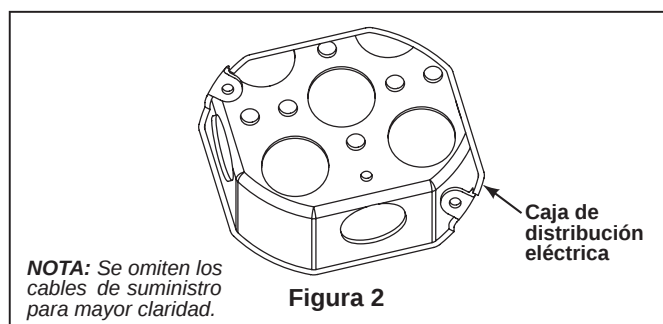

Figura 2
Caja profunda (Figura 2)
Es fundamental que la caja de distribución eléctrica y los tornillos estén bien asegurados a la estructura armada y que sean capaces de soportar una carga de, al menos, 15,9 kg (35 lb). Si los tornillos no están correctamente colocados, el ventilador podría caerse. (Figura 2)
- ☐ 1. Ajuste bien la caja de conexiones del techo apta para soporte de ventilador en la estructura armada. Caja de conexión no se suministra con el ventilador(Figura 2)
- ☐ 2. Extraiga dos de los cuatro tornillos de la unidad de soporte del techo. Afloje levemente los dos tornillos restantes. Guarde los dos tornillos extraídos para volver a instalarlos en el Paso 4. (Figura 2)
- ☐ 2. Fije los soportes de Unidad de soporte/brazo de la pala del motor mediante los tornillos de 1/4-20 x 10 mm a través de los orificios ubicados al costado del soporte del motor. (Figura 2)
- ☐ 2. Extraiga uno de los tres tornillos de la unidad de carcasa del Interruptor. Afloje levemente los otros dos tornillos. Instale la unidad de pantalla en la unidad de carcasa del Interruptor utilizando las dos ranuras principales. Vuelva a colocar el tercer tornillo y asegure los tres tornillos. (Figura 2)
El uso de un regulador de la intensidad completa (no incluido) para controlar la velocidad del ventilador dañará el dispositivo. Para reducir el riesgo de incendio o descarga eléctrica, no utilice dicho regulador para controlar la velocidad del ventilador. (Figura 2)
2. Instale el soporte de control con los dos tornillos #6-32x 3/4". Empuje los cuatro tapones de plástico para cubrir los orificios de los tornillos. (Incluidos con el mando). (Figura 2)